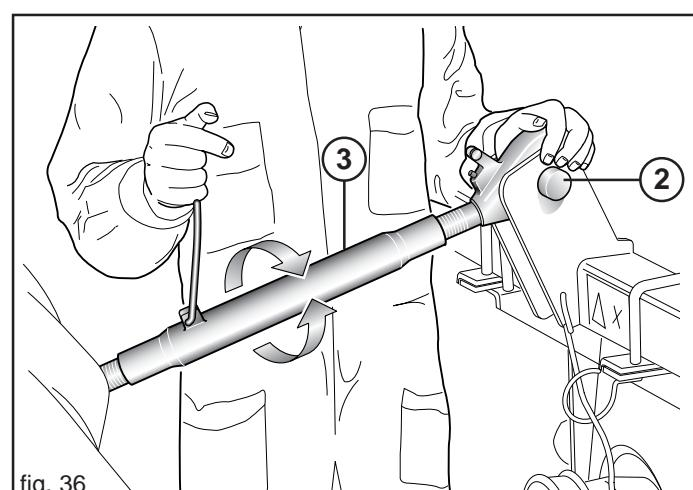
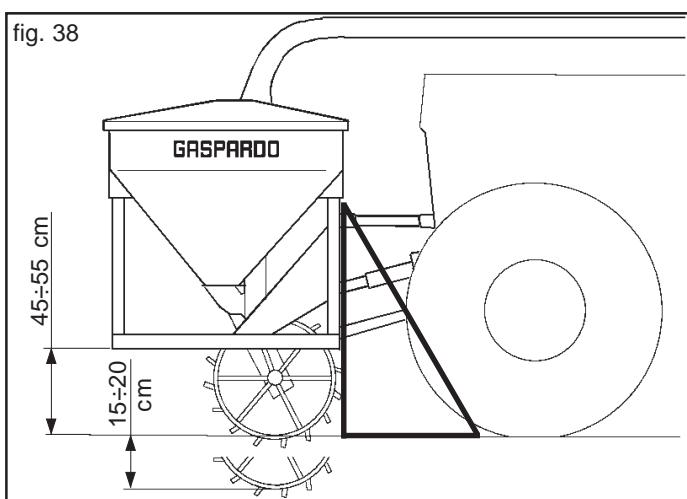

fig. 36
fig. 38
- 2) Relier le troisième point supérieur (2, Fig. 36); bloquer la cheville par la goupille "ad hoc". Positionner le machine perpendiculairement au sol (Fig. 38) par l'entretoise de réglage (3, Fig. 36).
- 5) Soulever l'outil avant, enlever les pieds d'appui. Afin d'assurer la rotation de la roue de transmission, régler la hauteur du sol de l'outil en position de travail (45-55 cm Fig.38). Cette distance doit être maintenue constante pendant le labour.
- 6) En conditions de travail, garantir l'adhérence de la roue motrice au sol. Utiliser les maillons de chaîne (C), illustrés à la Figure 42, pour régler une course totale d'environ 15-20 cm (Fig. 38).